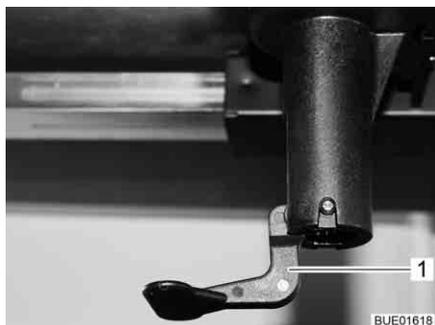

Fig. 135 Dispositif de déverrouillage plateau de table
- Rabattre le levier de verrouillage (Fig. 135,1) vers le bas.